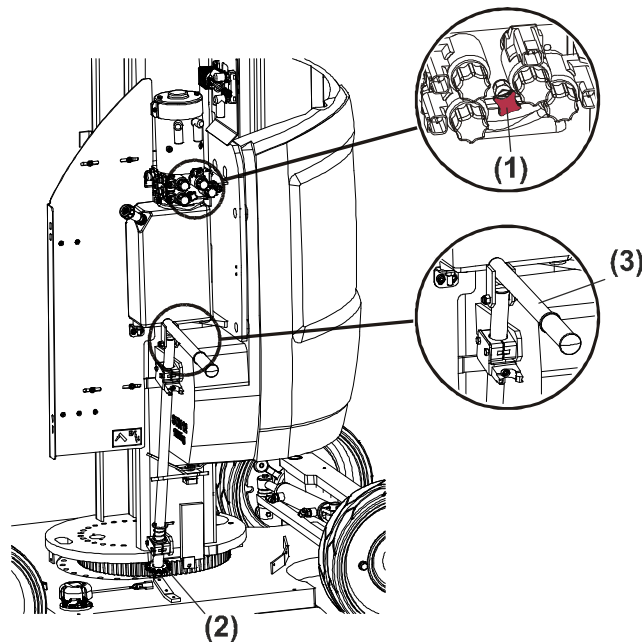

Рис. 3-14. Рабочие устройства ручного поворота - 10E/26E
- **поворотный клапан (1)**, расположенный на блоке распределительных клапанов насоса/мотора, для растормаживания поворотного мотора (См. Рис. 3-14).
- **Зубчатый валик (2)**, расположенный под отсеком распределительных клапанов насоса/двигателя, который можно **поворачивать складным рычагом (3)**.